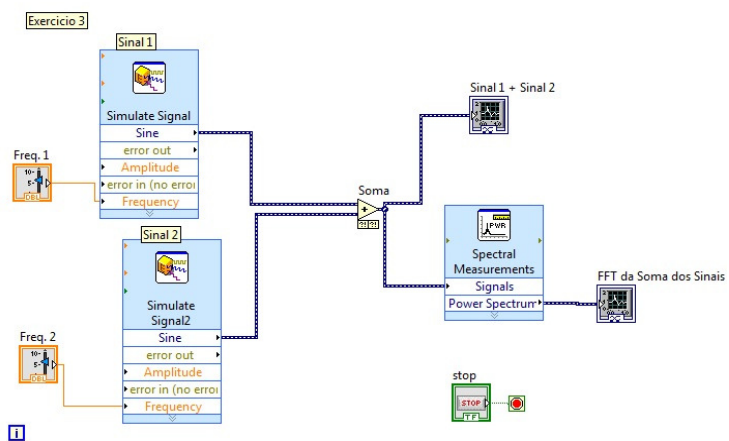

Figura 11 – Diagrama de bloco final do exercício 3 proposto.
14. Interligue a saída *Power Spectrum* do bloco *Spectral Measurements* a entrada do bloco *Waveform Graph 2*. Renomeie os blocos, conforme mostrado na Figura 11. Salve a VI como “Exercício 2” no seu folder de trabalho.